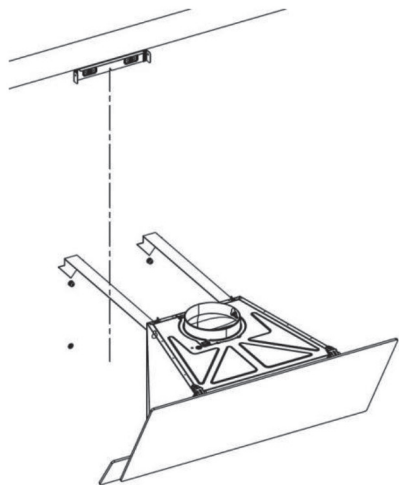

Рис. 13
- 5) Повесьте вытяжку, привинтив ее в точках А и В, соблюдая зазор между головкой винта и стеной 5 мм. (Рисунок 13)